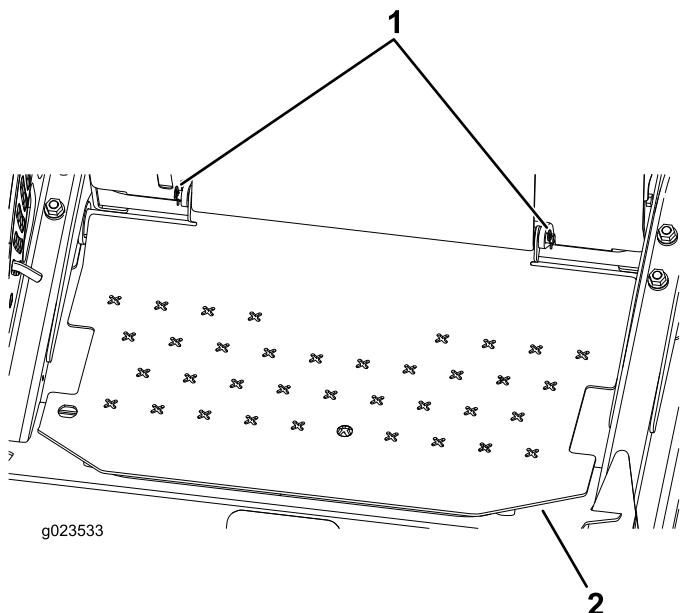

Figure 11
10. Fixez le panneau de plancher au moyen des 2 axes de chape (Figure 11).